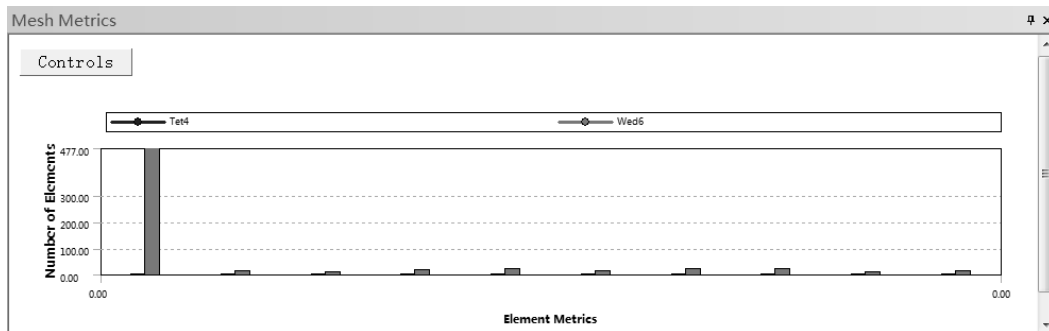

图 3-45 Characteristic Length 图表
⑨ Characteristic Length (特征长度) 为网格质量检查的主要方法之一, 二维单元是面积的平方根, 三维单元是体积的立方根。在信息栏中会出现如图 3-45 所示的 Mesh Metrics 窗口, 在窗口内显示了网格质量划分图表。